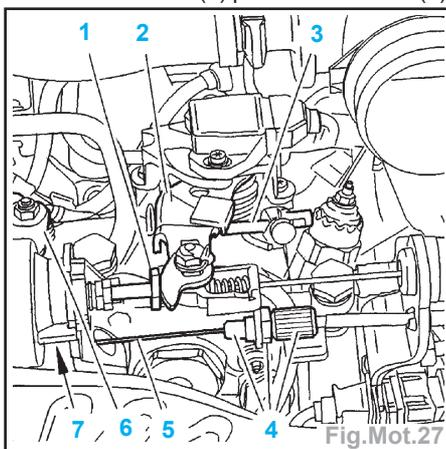

Fig.Mot.27
- Vérifier que le levier (6) est en butée à droite (Fig.Mot.27) sinon, approcher la tension du câble (5) par le serre-câble (7).